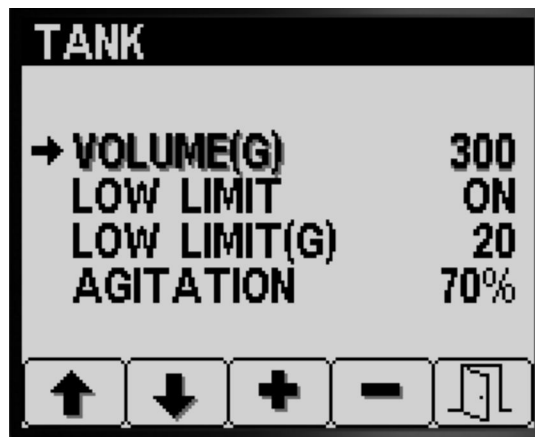

Figura 12
1. Premete il pulsante 1 o 2 per navigare fino all'opzione VOLUME SERBATOIO (Figura 12).
2. Premete i pulsanti 3 o 4 per aumentare o diminuire il valore relativo al volume di prodotto chimico nel serbatoio di irrorazione (Figura 12).